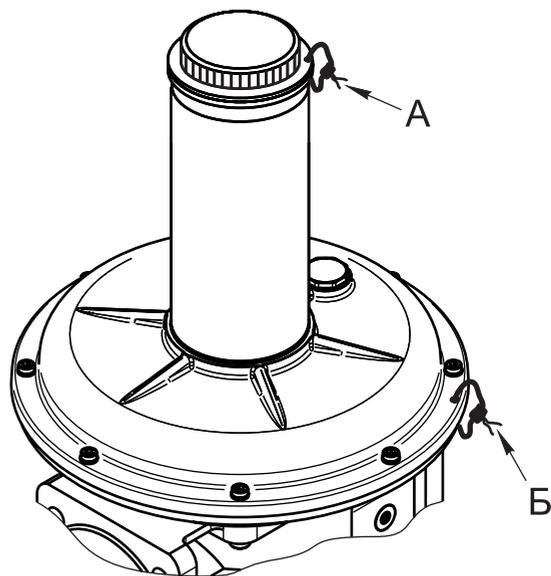

Рис. 9
4.6 Пломбирование (рис. 9).
4.6.2 Для пломбировки используйте проволоку диаметром 0,8 - 1,5 мм, которую необходимо протягивать через отверстия, расположенные в защитной пробке и плоскости соединения корпусных деталей (рис. 9, места А и Б). Пломбировка места Б произведена на заводе-изготовителе. Пломбировка места А осуществляется после настройки регулятора на необходимое выходное давление.